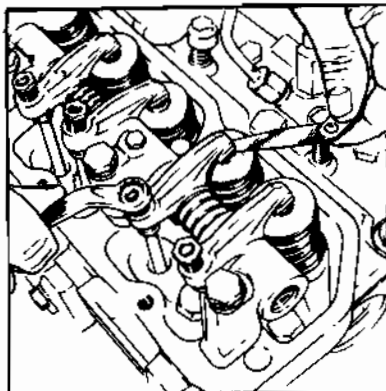

Fig. 9 Justering av ventilklaringen
15,2 kgf m). Undersøk ventilklaringene på nytt, fig. 9.
3. Før et følerblad (se under) inn mellom ventilstammen og vippearmen. Drei ventilklaringens justeringsskrue til følerbladet såvidt klemmes mellom vippearmen og ventilstammen (fig. 9), slik at bladet fremdeles kan bevegges, men med litt motstand.